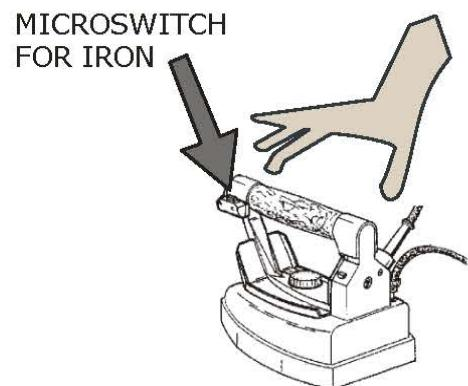

Рис. 4
4. Дождитесь, пока индикатор парогенератора не отключится (рис. 1-4). Для этого возьмите утюг за пробковую ручку и нажмите красную кнопку 4 или 5 раз (рис.4), для выхода пара: эта операция необходима для того, чтобы нагреть паровые трубы, по которым пар подается в утюг. Также с помощью этого вы избежите разбрызгивания воды на одежду (утюг необходимо держать таким образом, чтобы не навредить оператору, поэтому его следует держать гладильной поверхностью вниз). В процессе глажения индикатор парогенератора включается и выключается, это означает, что парогенератор работает правильно (рис.1-4).
1. Проводить утюгом по вещам, время от времени нажимая на микровыключатель утюга (рис. 4) для выпуска пара.